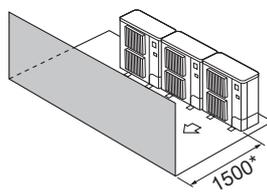

Fig. 2-11
- ③ Кедегілер тек алдыңғы жағында (Fig. 2-11)